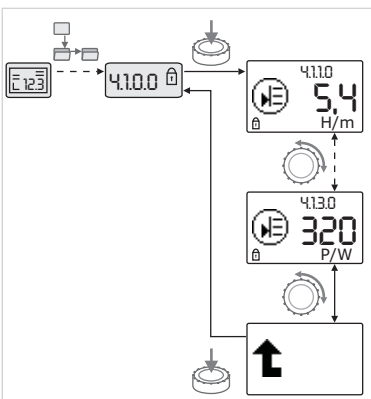

Fig. 46: Vyvolanie informácií
- Otáčaním ovládacieho tlačidla sa premiestnite k prvku menu typu „Informácia“ aktuálneho podmenu (pozri Fig. 46). Pre vysvetlenie nastavení reprezentovaných symbolmi pozri tabuľku v kapitole 8.7 „Referencia prvkov menu“ na strane 36.